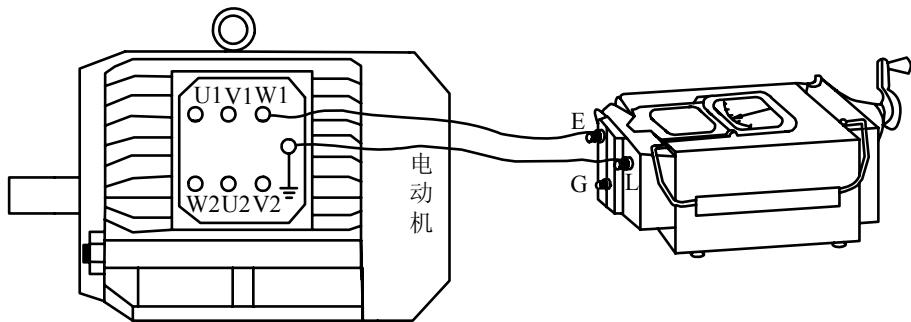

图 2-4
4. 如图 2-4 所示, 某同学测量重绕三相异步电动机的 W 相对地绝缘电阻, 将兆欧表和电动机接线完毕以后, 摆动手柄以 100r/min 的速度, 观察到兆欧表的绝缘电阻为 1.1MΩ, 因此他认为测量合格。试指出测量过程中的错误之处。